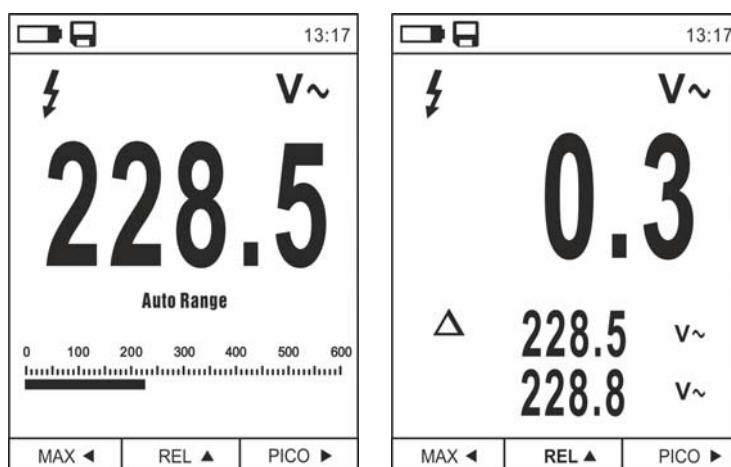

Fig. 8: Medição Relativa
1. Premir o botão **REL ▲** para entrar na medição Relativa (ver Fig. 8 – parte direita). O instrumento coloca em zero o display e guarda o valor apresentado como valor de referência ao qual serão referidas as próximas medições. O símbolo “Δ” é apresentado no display. As funções “MAX/MIN” e “PICO” não estão ativas nesta modalidade